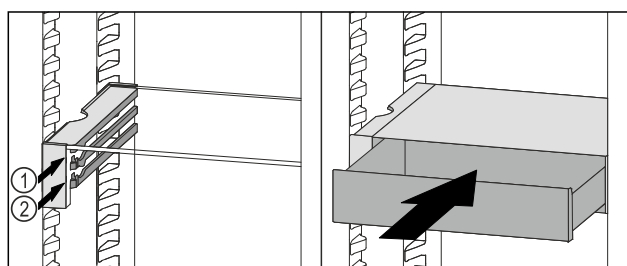

Fig. 106
- ▶ Sæt VarioSafe-skuffen ind bag stoppene på den ønskede ribbe Fig. 106 (1) eller Fig. 106 (2).